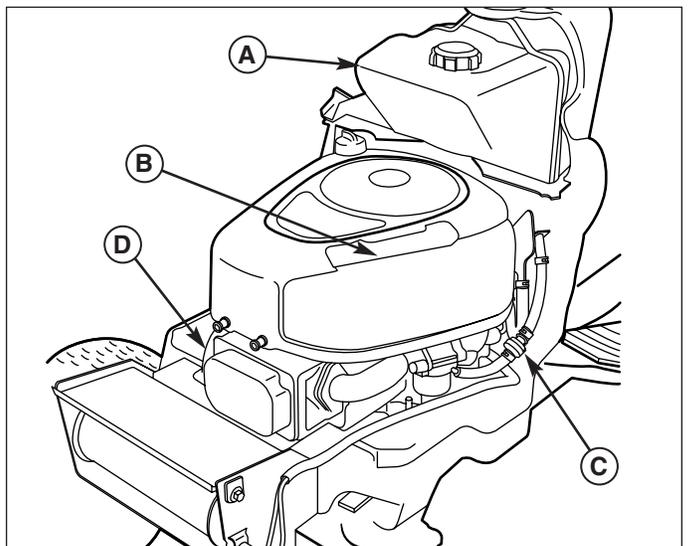

Figure 8. Compartiment moteur
1. Mettre le levier de réglage de hauteur de coupe (A, figure 8) sur la position désirée.
1. Retirer le bouchon du réservoir de carburant (A, Figure 8).
Le filtre à carburant (C, Figure 8) est situé sur la durite de carburant entre le réservoir et le carburateur (côté gauche du moteur).
3. Desserrer les colliers de flexible avec une pince et les écarter du filtre à carburant (C, Figure 8).